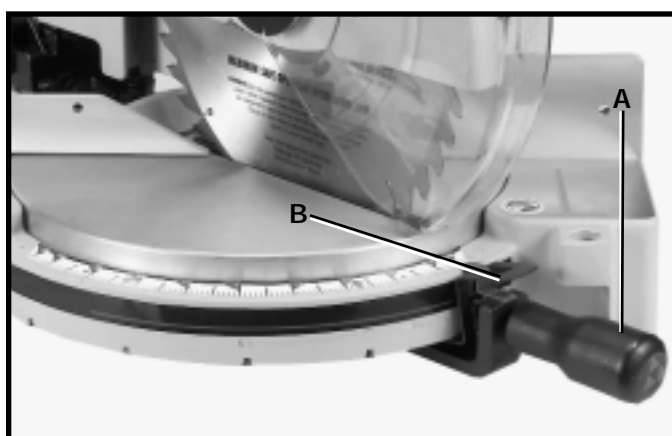

Fig. 4
1. Desserrez la poignée (A) fig. 4, de un ou de deux tours et appuyez sur le levier d'indexage (B) pour dégager la butée de 45°.